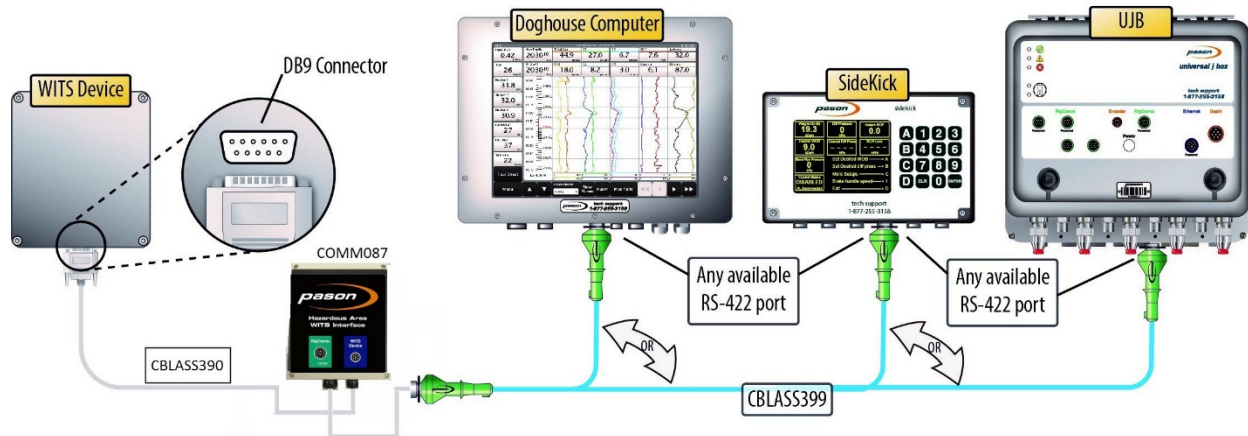

Figura 6: Conexión de un dispositivo WITS a la DHC, el SideKick o la UJB
3. Conecte un cable RigComm RS-422 al puerto RigCOMM en COMM087. Conecte la otra terminación a cualquier puerto RS-422 disponible en la DHC, el SideKick o la UJB, tal como se muestra en la Figura 6. Si se conecta al SideKick, utilice el cable adaptador de alimentación Rignet de 1 pies (CBLASS862) para crear el puerto de alimentación.